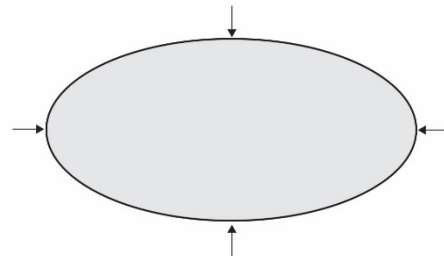

Figure 2 Emplacements pour l'essai sur une étiquette non rectangulaire (ovale)
- 6.10.3. Dans le cas de pièces d'étiquettes comportant uniquement des bords incurvés, voir la figure 2.